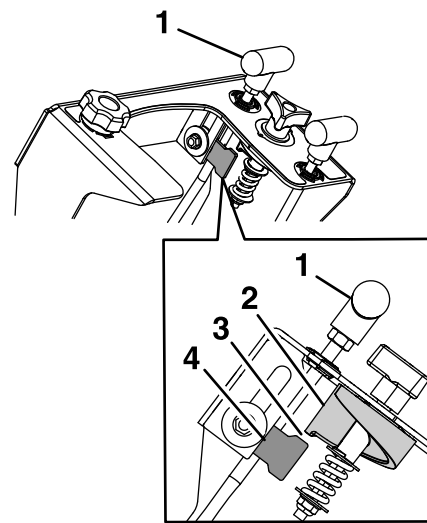

Figure 32
7. Une fois le réglage correctement effectué, un espace est créé entre la butée de la trappe de dosage et le bas de la molette de dosage, comme montré à la Figure 32.